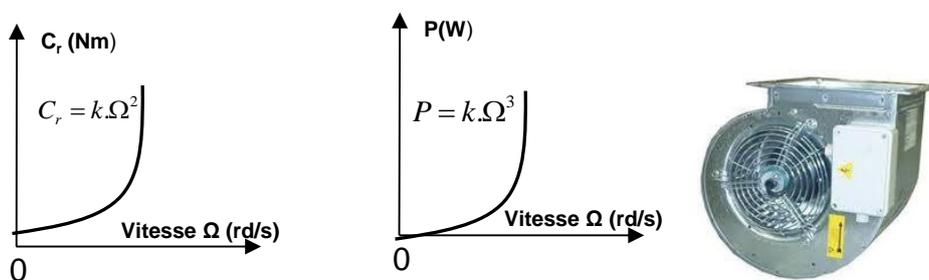

Figure 9. Machines à couple proportionnel au carré de la vitesse
4) Machines à couple proportionnel au carré de la vitesse. Exemple : Ventilateur (Figure 9).